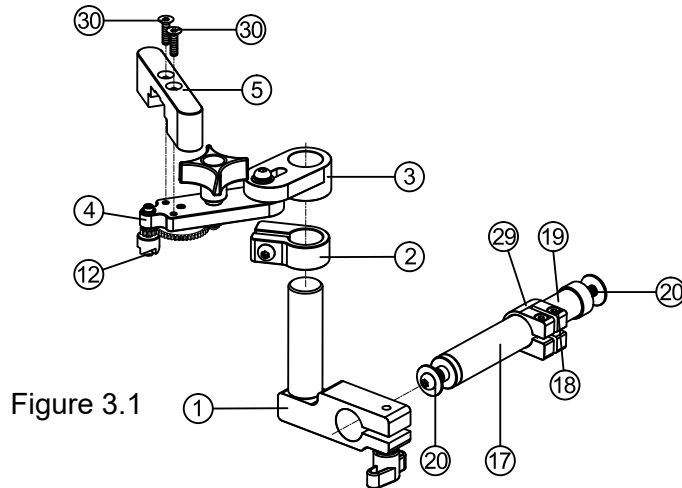
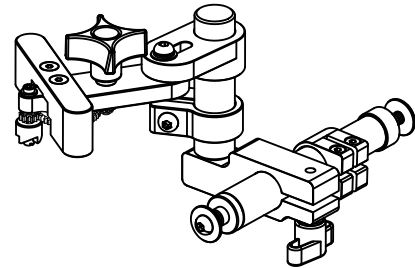

Figure 3.1
Figure 3.2
1. Utiliser des vis à tête plate fraisée ③⑩ pour assembler la plaque de blocage ⑤ sur le corps principal ④.
2. Utiliser un tournevis à tête plate (SL4) pour installer le boulon pilote de PM Ø4.9 ⑫ sur le corps principal ④ pour le positionnement..
3. Comme le montre la figure 3.1, assembler les pièces connexes dans l'ordre pour former l'ensemble illustré à la figure 3.2.